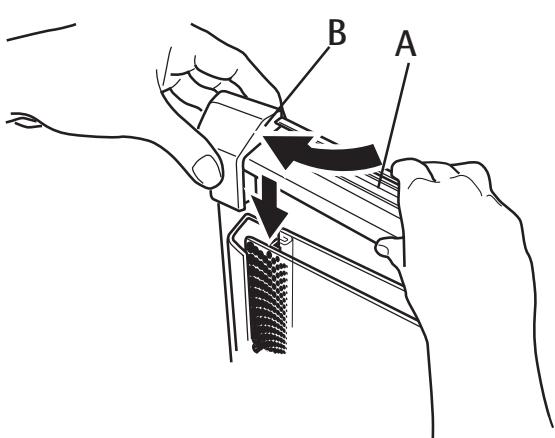

Рис. 34
**Рисунок 34.** вставьте левый конец алюминиевой планки “A” в соответствующий паз на держателе “B”. Теперь, установите держатель “B” на свое место и убедитесь в прочности и устойчивости всей системы.